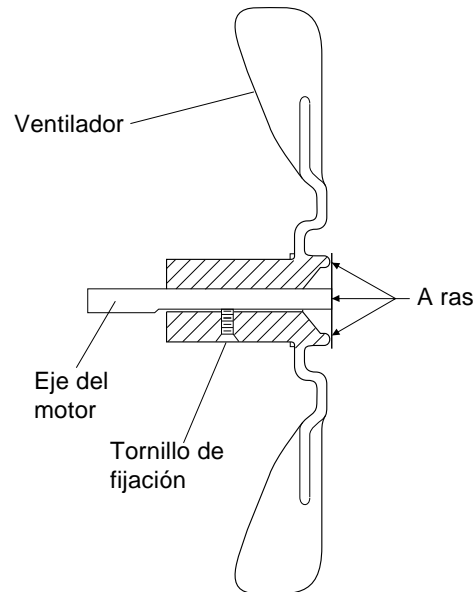

Figura 36 - Corte transversal del ventilador
6. Vuelva a colocar el ventilador en el eje del motor. Coloque el cubo del ventilador a ras con el extremo del eje del motor (vea la Figura 36).